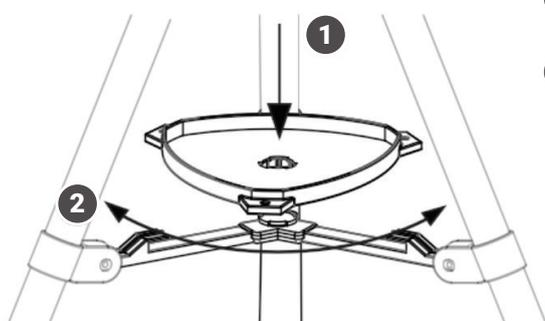

Abb. 1.1a
2. Installieren Sie die Zubehörablage auf dem Stativ wie in **Abb. 1.1a** gezeigt.